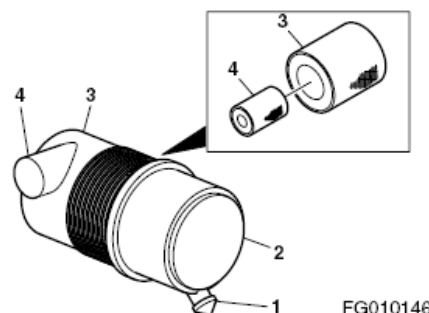

Figura 34
3. Saque la válvula de evacuación (1, Figura 34) aflojando los cierres.
4. Saque el filtro externo (3, Figura 34) y el filtro interno (4, Figura 34) del soporte.